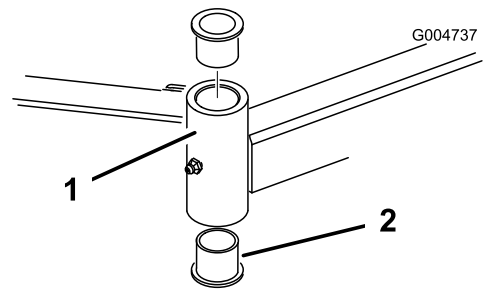

Bild 97
- Stecken Sie einen Dorn oben oder unten in das Befestigungsrohr und treiben die Buechsen heraus (Bild 97). Treiben Sie dann die andere Buechse aus dem Rohr heraus. Reinigen Sie die Innenseite der Rohre.